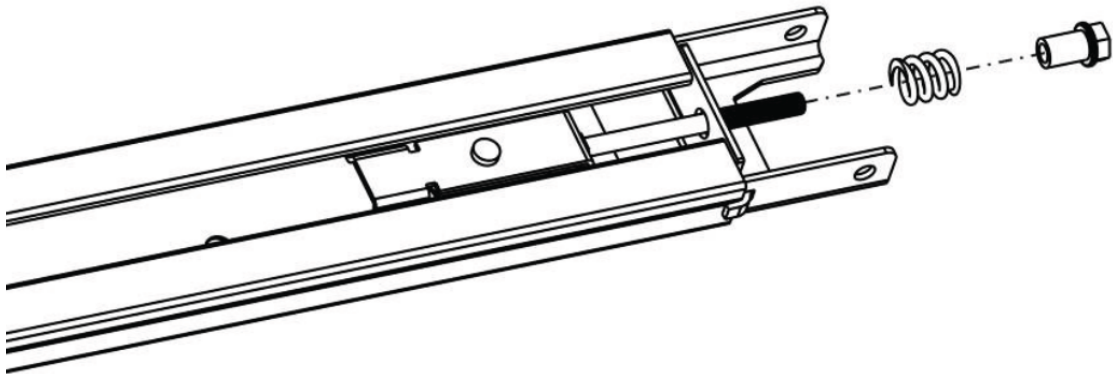

FIG. 8
- Come illustrato nella Fig. 8, rimuovere il dado e la molla.